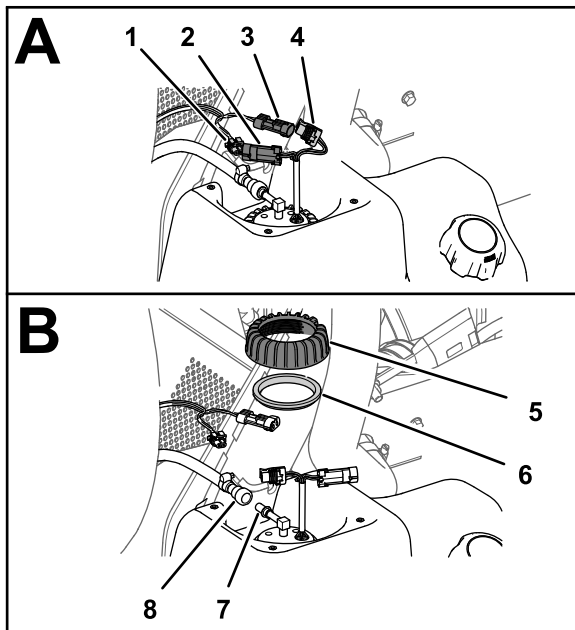

Bild 118
1. Trennen Sie die 2-polige Buchse des Maschinenkabelbaums vom 2-poligen Stecker der Kraftstoffpumpe/Zuführeinheit; trennen Sie den 2-poligen Stecker des Maschinenkabelbaums von der 2-poligen Buchse der Kraftstoffpumpe/Zuführeinheit (**Bild 118**).
- Schieben Sie die Verriegelungshülse der Kraftstoffschlauchkupplung vom Anschlussstück der Kraftstoffpumpe/Zuführeinheit weg und ziehen Sie die Kupplung und den Schlauch vom Anschlussstück ab (Bild 118).
- Drehen Sie die Mutter der Kraftstoffpumpe/Zuführeinheit gegen den Uhrzeigersinn und entfernen Sie die Mutter und die Dichtung (Bild 118).